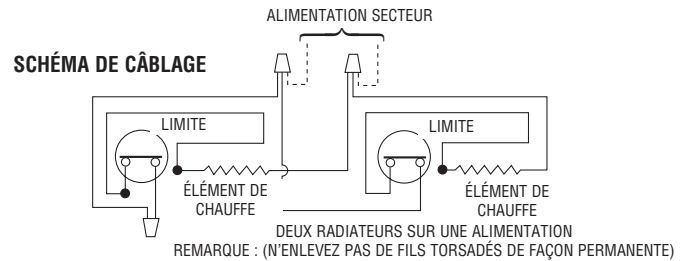

Figure 10. Connexions de câblage de deux radiateurs
- Câblez les radiateurs comme c'est montré au schéma de câblage de la Figure 10.